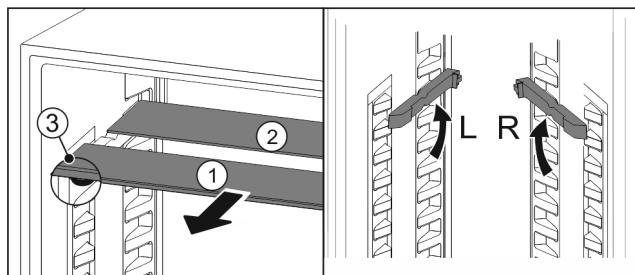

Fig. 74
- Посуньте Fig. 74 (1) скляну панель вперед.
- Скляна панель Fig. 74 (1) з декоративною планкою лежить спереду.
- Стопори Fig. 74 (3) показують вниз.